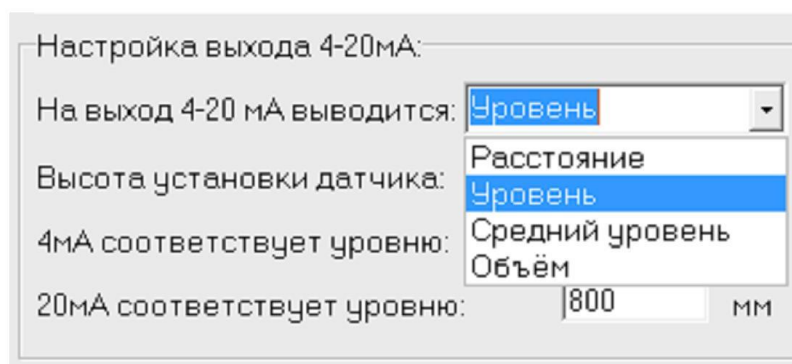

Рис.4.В – Панель настройки выхода 4-20мА
1) В списке «На выход 4-20 мА выводится» выберите, чему должен соответствовать токовый сигнал: уровню (рис.4-А) или расстоянию (рис.4-Б), среднему уровню (вкладка «средний уровень» применима только для пятилучевых уровнемеров) или объему.